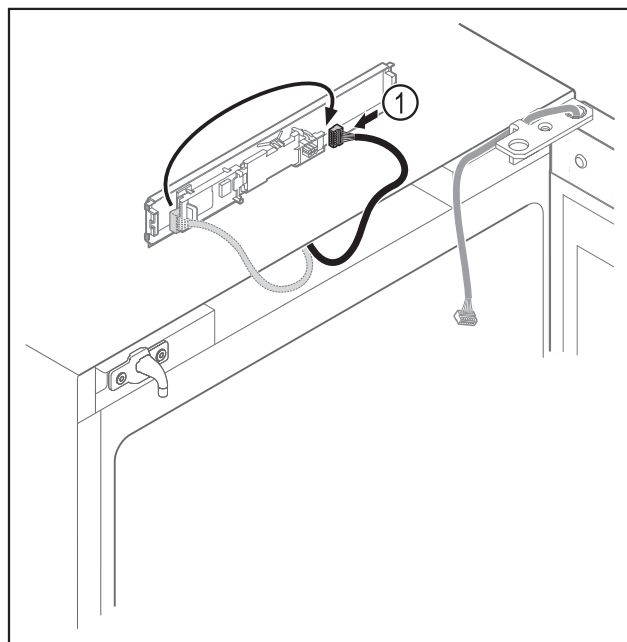

Fig. 16
- ▶ Pistke pistik Fig. 16 (1) trükkplaadil ümber.